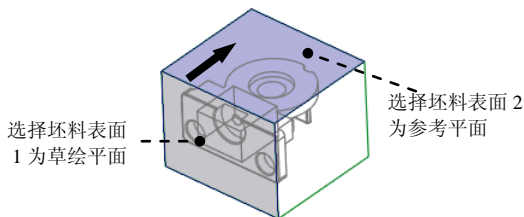

图 14.8 定义草绘平面
(2) 定义草绘截面放置属性。在绘图区右击，从系统弹出的菜单中选择 **定义内部草绘...** 命令；在系统 **选择一个平面或曲面以定义草绘平面** 的提示下，选取图 14.8 所示的坯料表面 1 为草绘平面，接受图 14.8 中默认的箭头方向为草绘视图方向，然后选取图 14.8 所示的坯料表面 2 为参考平面，方向为 **上**。然后单击 **草绘** 按钮。